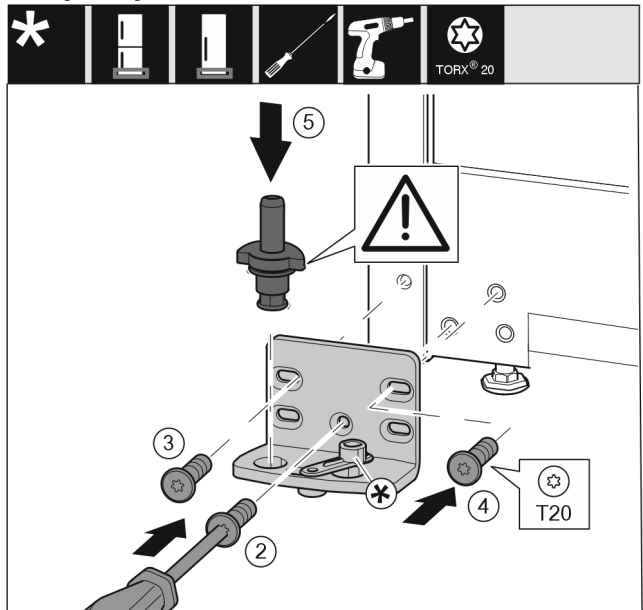

Fig. 13
- Sätt på lagerbocken på andra sidan och skruva fast den med hjälp av en skruvmejsel T20. Börja med skruv 2 längst ner i mitten. Fig. 13 (2)
- Dra åt skruvarna 3 och 4. Fig. 13 (3,4)
- Sätt in lagerbulten helt och hållet. Se till att låskammen är vänt bakåt. Fig. 13 (5)